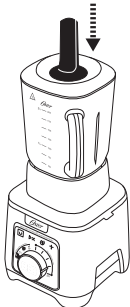

Fig. 7
1. Avec le mélangeur réglé à basse vitesse, insérer le tasseur à travers l'ouverture du couvercle. Faire preuve de prudence pour éviter de toucher les lames. (Fig. 7)